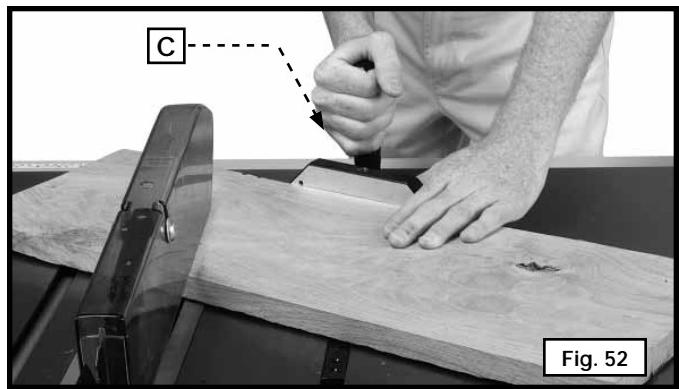

Fig. 52
La découpe à l'onglet (fig. 52) est semblable au tronçonnage sauf que la jauge à onglet (C) est verrouillée à un angle autre que zéro degré. Tenir fermement l'ouvrage contre la jauge à onglet pour guider l'ouvrage sur la lame pour empêcher l'ouvrage de bouger.